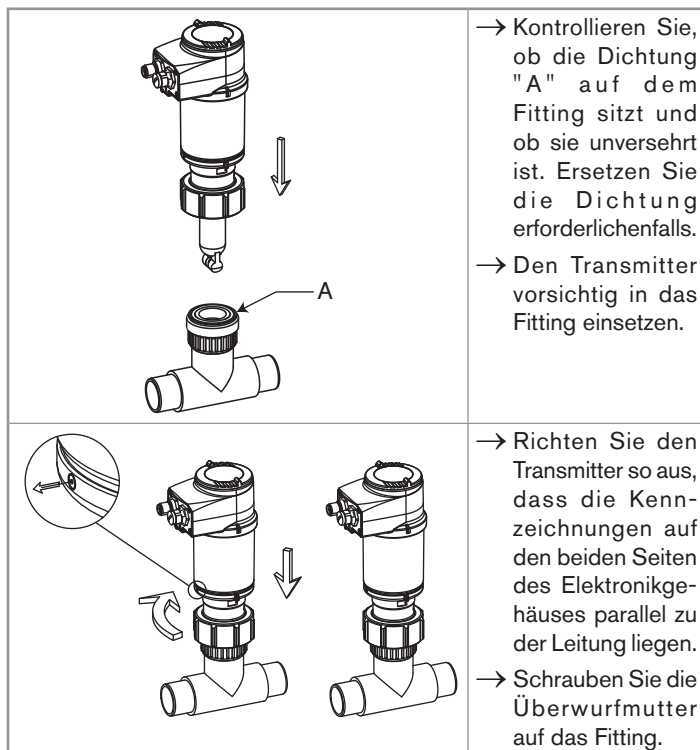

Bild 16: Installation des 8222 in einem Fitting
- Den Transmitter in das Fitting, wie in Bild 16 dargestellt, einsetzen: